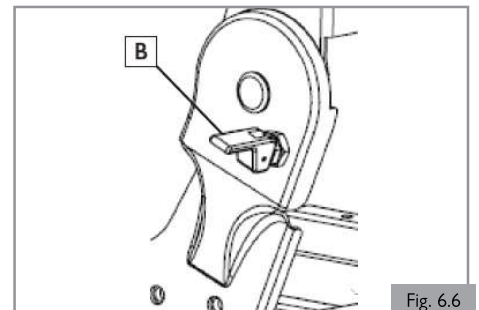

Fig. 6.6
3. Le levier de la goupille de verrouillage (B) doit être engagé. (Fig. 6.6)